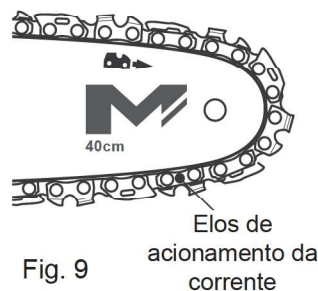

Fig. 9
- > Levante a ponta da lâmina-guia (4) e mantenha-a assim para ajustar a tensão.
- > Rode o parafuso de tensão (7) até que os elos de acionamento da corrente encostem à parte inferior da lâmina-guia (4) (Fig. 9).